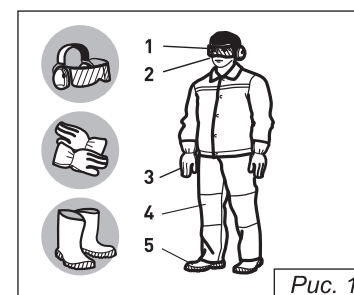

Рис. 1
1. Носите прочную рабочую одежду с длинными рукавами, прочные тонкие перчатки, прочную нескользящую рабочую обувь (рис. 1)